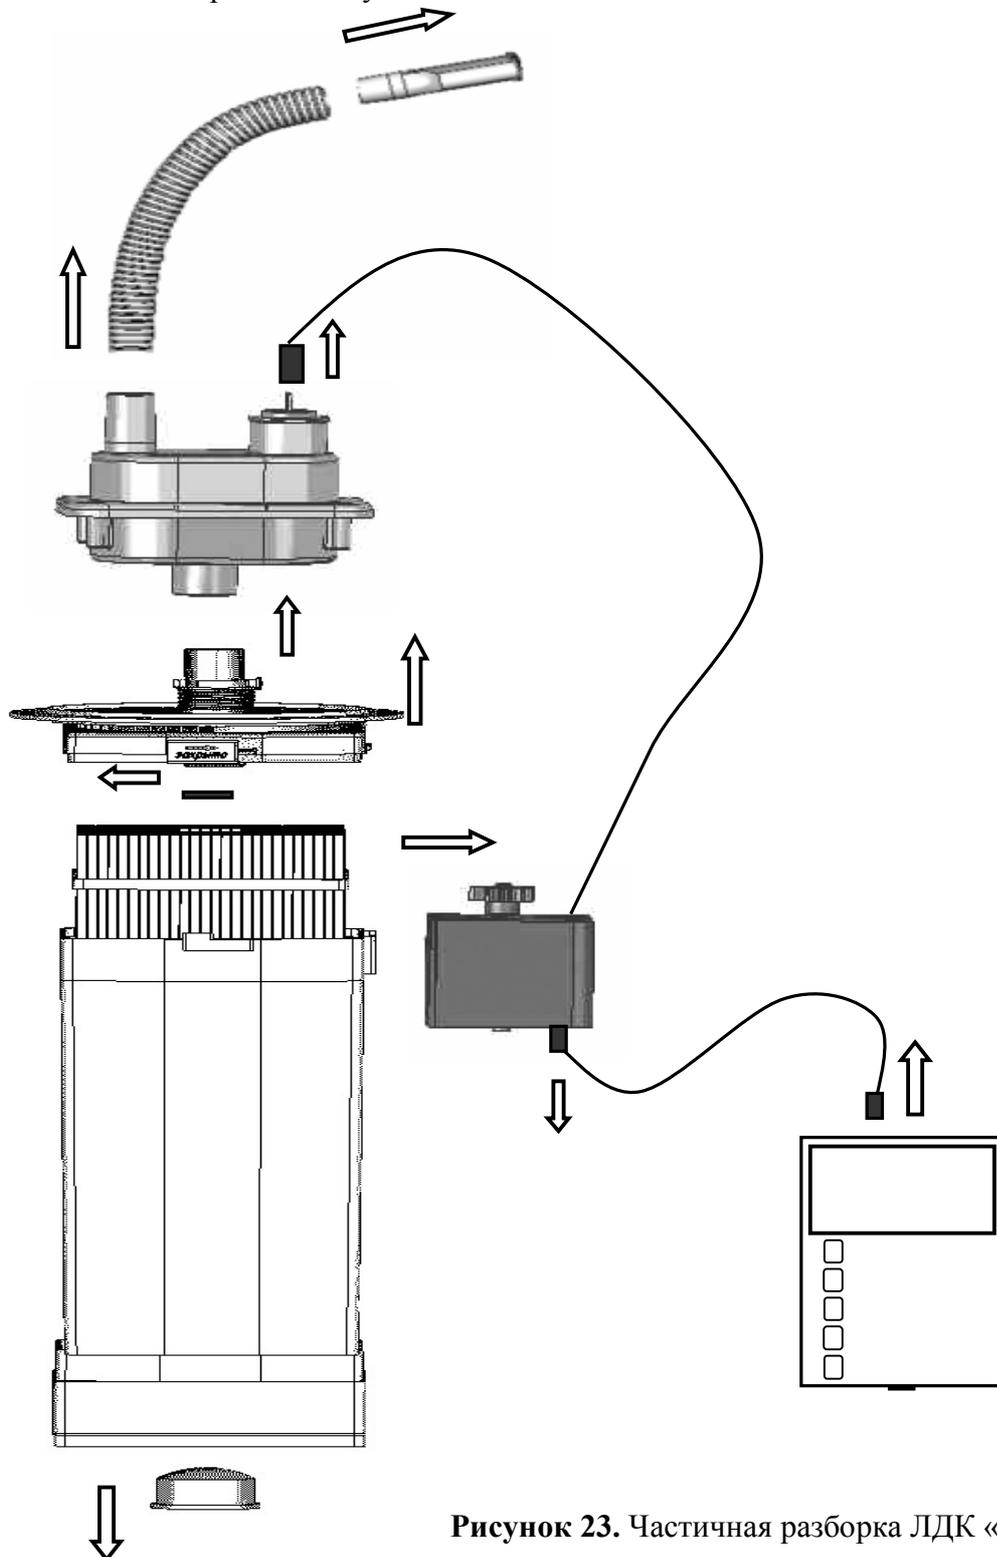

Рисунок 23. Частичная разборка ЛДК «Карбоник».
- 20.6 Дезинфекция прибора проводится после его частичной разборки (Рис.23). С этой целью: